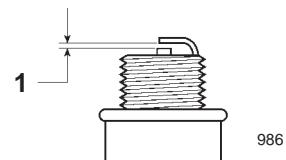

Figura 38
4. Fije el hueco entre los electrodos de la bujía según muestra la Figura 38.